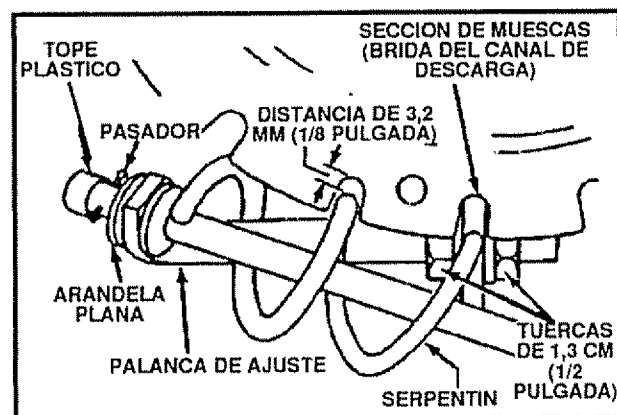

FIG. 5
- Saque del conjunto de la manivela: la bolsa plástica, el tope plástico, el pasador y la arandela; y colóquelos a un lado (vea la Fig. 5).
- Gire la brida (pieza con muescas) del canal de descarga en dirección de la barra de ajuste (vea la Fig. 5).
- Instale el serpentín a través del orificio de la barra de ajuste, y asegure el extremo de la barra con una arandela plana y un pasador como se ilustra en la Fig. 5.
- Gire la manivela de descarga en toda su extensión en el sentido de las agujas del reloj y en sentido contrario. El canal de descarga debe rotar completamente con una tolerancia de 3,2 mm (1/8 pulgada) entre el serpentín y el fondo de la muesca en la brida (vea la Fig. 5).